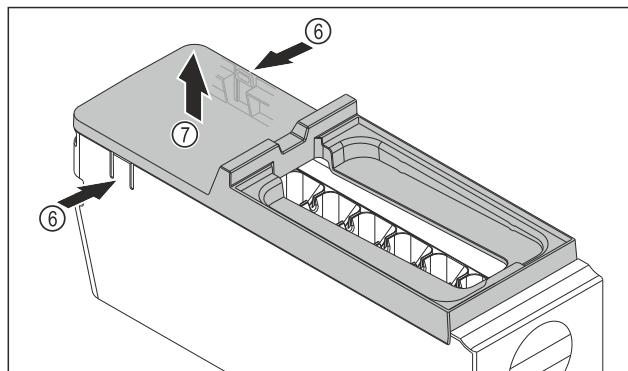

Fig. 145
- Abdeckung des EasyTwist-Ice-Körpers entnehmen: Taschen Fig. 145 (6) an den beiden Seiten des EasyTwist-Ice-Körpers mit einer Hand drücken.
- Abdeckung Fig. 145 (7) mit der anderen Hand nach oben entnehmen.